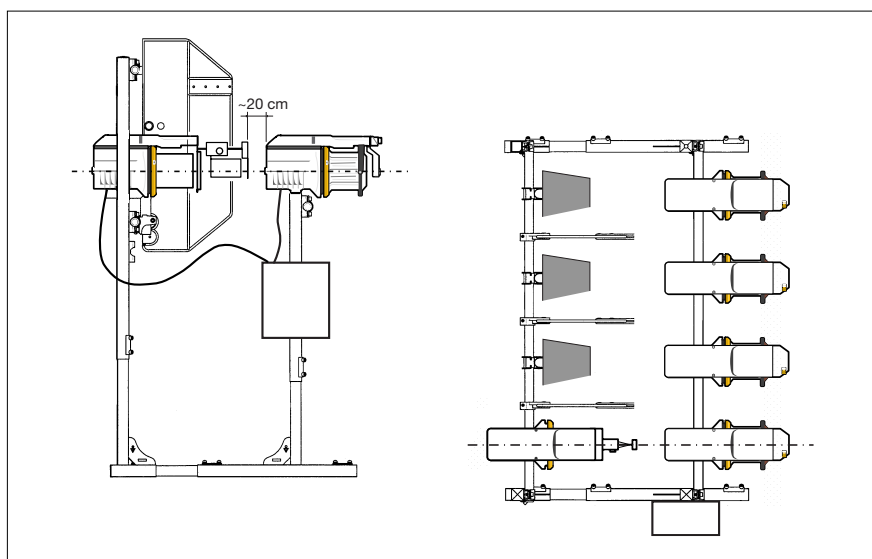

fig. 2
3. Utilizzando il secondo morsetto "A", installare l'apparecchio Low Twist sulla staffa "B" ed allinearli con il porgitrama di fronte (fig. 2).